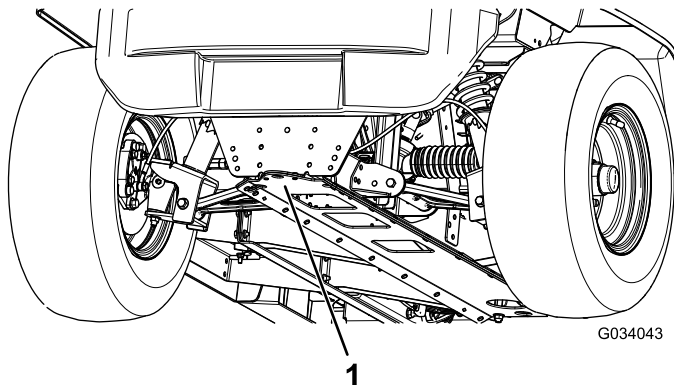

Figure 22
- Le point de levage avant de la machine est situé à l'avant du cadre, derrière la flèche d'attelage (Figure 22).